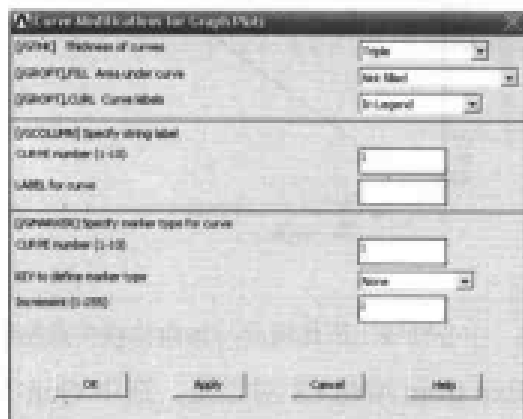

图 14-32 曲线设置对话框
(12) 选择 Utility Menu | Style | Graphs | Modify Curve 命令, 出现 Curve Modifications for Graph Plots 对话框, 参照图 14-32 对其进行设置, 单击 OK 按钮关闭该对话框。